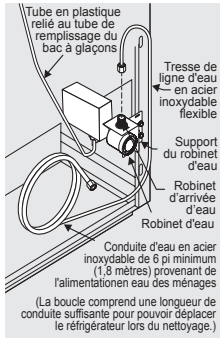

Figure 2
- Si vous utilisez un tube en acier inoxydable flexible tressé** - L’écrou est déjà assemblé sur le tube. Faites glisser l’écrou sur l’entrée de la vanne et serrez à la main l’écrou sur la vanne. Serrer un autre demi-tour avec une clé; Ne pas trop serrer. Voir la figure 2.